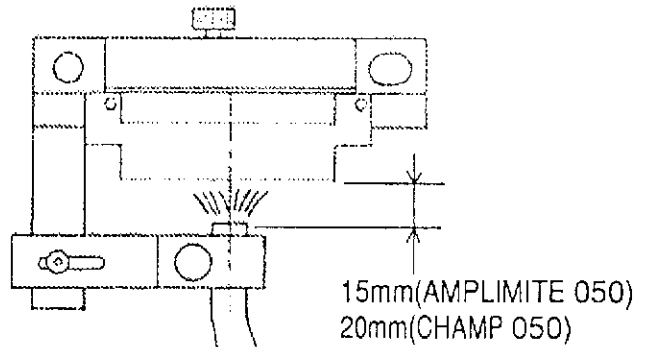

FIG. 8
2) ケーブルをセットします。セット位置はシールドケースによって異なりますが、FIG.8を参考にして下さい。
2) Set the cable. Position of the sheath end depends on the type of the shield case to be used. Refer to FIG.8.